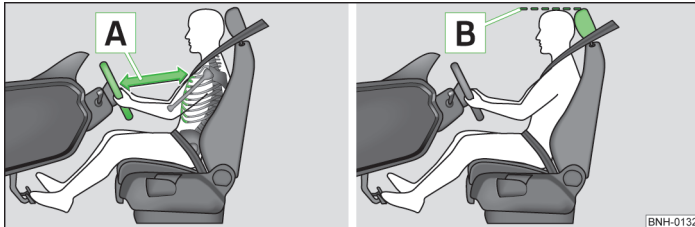

Abb. 76 Der richtige Abstand des Fahrers zum Lenkrad / Die richtige Kopfstützeinstellung
- › Das Lenkrad so einstellen, dass der Abstand **A** » Abb. 76 zwischen Lenkrad und Brustbein mindestens 25 cm beträgt.
- › Die Kopfstütze so einstellen, dass die Oberkante **B** » Abb. 76 » Seite 94 der Kopfstütze sich möglichst auf einer Höhe mit dem oberen Teil Ihres Kopfes befindet¹⁾.
- › Die Kopfstütze so einstellen, dass die Oberkante **B** » Abb. 76 » Seite 94 der Kopfstütze sich möglichst auf einer Höhe mit dem oberen Teil des Kopfes befindet.